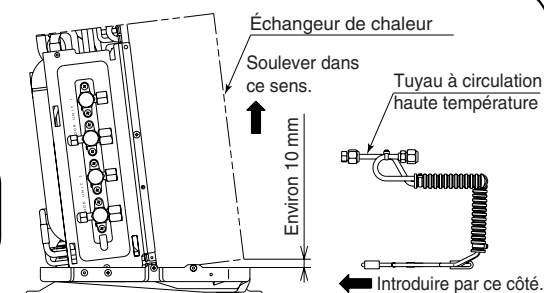
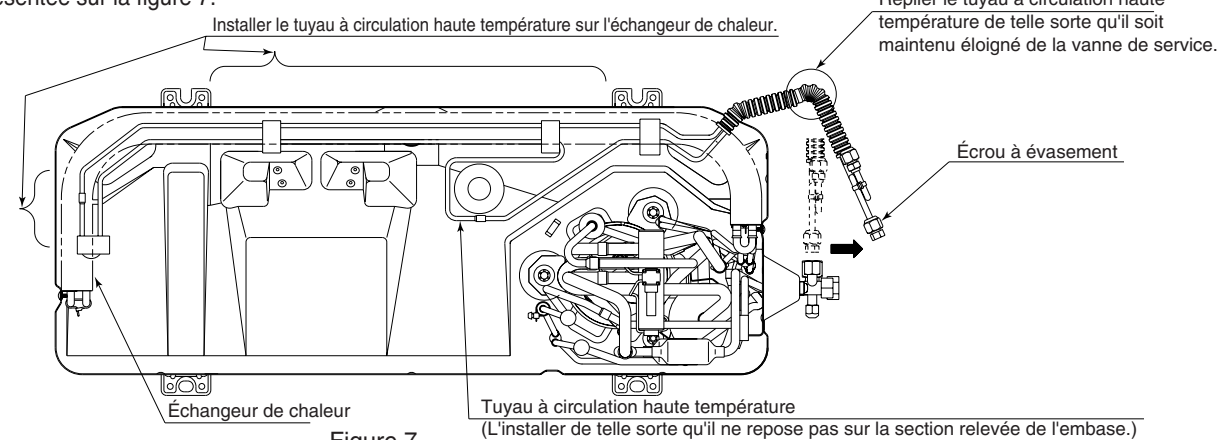

Figure 6
Figure 7
7. Soulever l'échangeur de chaleur en procédant de la façon représentée sur la figure 6 et aménager un espace d'environ 10 mm entre l'embase et la surface inférieure de l'échangeur de chaleur. Ensuite, introduire le tuyau à circulation haute température en haut de l'embase par l'espace et immobiliser en procédant de la façon représentée sur la figure 7.
8. Remettre l'échangeur de chaleur et la plaque de vanne à leur place d'origine puis remonter les vis de fixation (3 él.) qui ont été retirées précédemment de l'embase. Ensuite, replier le tuyau à circulation haute température (côté écrou à évasement) en procédant de la façon représentée sur la figure 7.